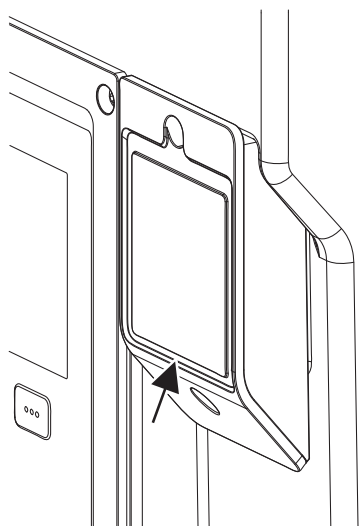

Fig. 27: Kryt pre Wilo-Smart Connect modul BT
1. Skrutku krytu modulu Wilo-Smart Connect (Fig. 27) uvoľnite a otvorte kryt.
Kvôli konštrukcii sa Wilo-Smart Connect Modul BT dá nastriť iba v jednej adjustácii. Ďalšia fixácia modulu sama neprebíha. Kryt modulu Wilo-Smart Connect (Fig. 27) na vrchnom diele elektronického modulu drží modul pevne v rozhraní.